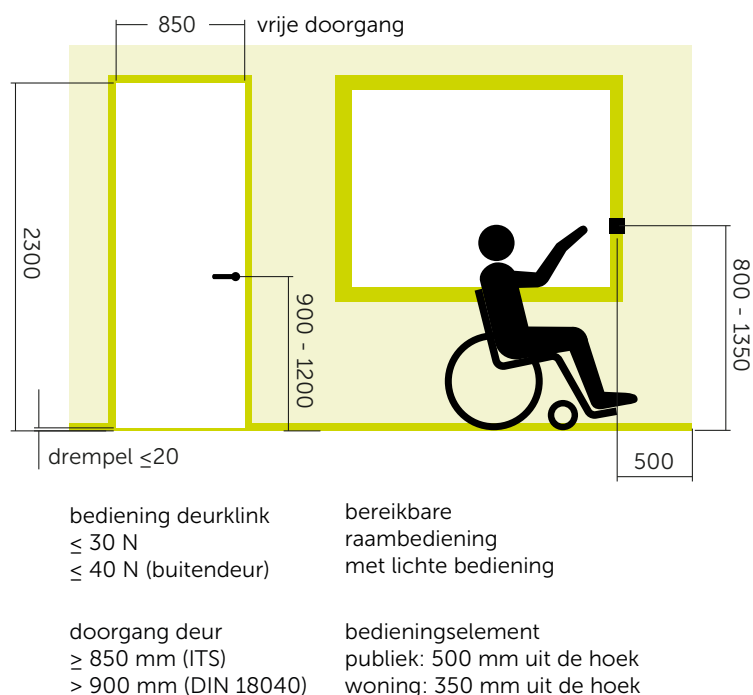

fig 1 Een toegankelijke gevel
- De entree is door vorm en kleur herkenbaar. (fig 1)
- Een drempel is maximaal 20 mm hoog, eventueel in combinatie met een helling van 1:6 met een hoogte van maximaal 50 mm. (fig 1)
- Nog beter is drempelloos. (fig 1)
- De vrije doorgang van een deur is minstens 850×2300 mm. In Duitsland is dat 900×2005 mm. (fig 1)
- De bedieningskracht om een deur te kunnen openen is ≤ 30 N. Voor buitendeuren is dat ≤ 40 N. Anders een deurautomaat toepassen. (fig 1)
- Hoogte deurkruk tussen de 900 en 1200 mm (fig 1) (kinderdagverblijven tussen de 700 en 1350 mm).
- Bedieningskracht ≤ 30 N. (fig 1)